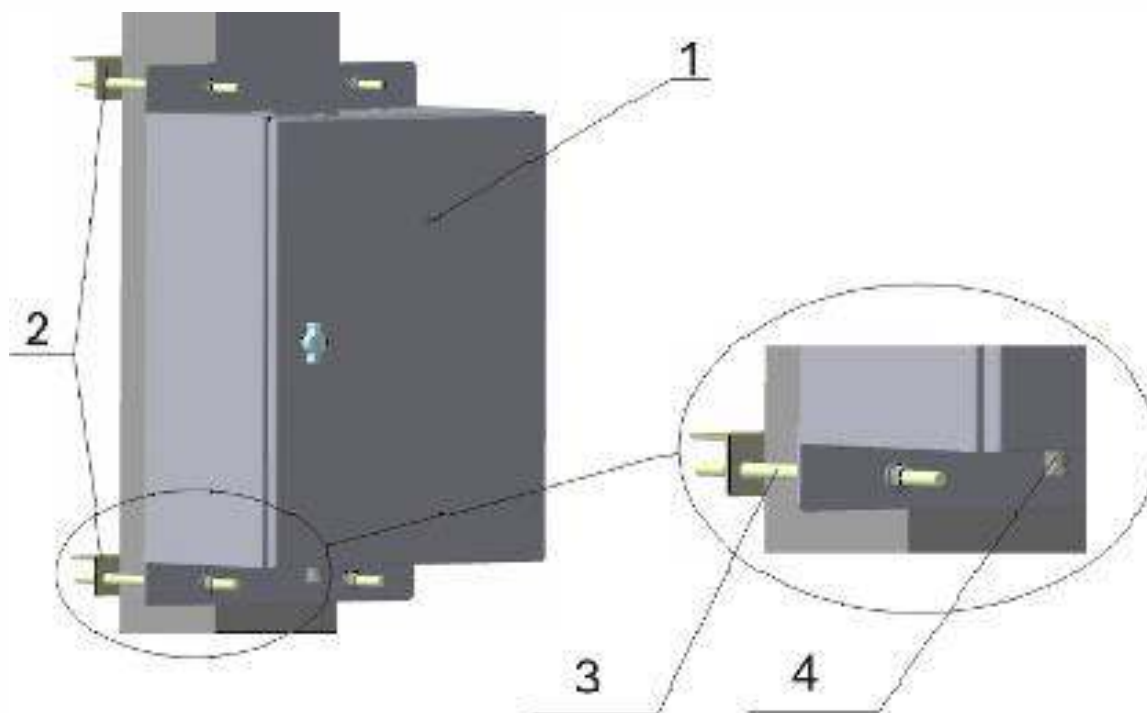

Рисунок 21. Установка ШУ на опоре ВЛ
- Установить ШУ на требуемой высоте и закрепить его с помощью 2-х крепеж-ных уголков ИЮУР 745222.139 (поз. 2, рис. 21) и 4-х монтажных шпилек ИЮУР 711111.006 (поз. 3, рис. 21), входящих в монтажный комплект. Затяжку гаек производить поочередно, избегая перекоса конструкции. Крепежные уголки должны располагаться на противоположной стороне опоры относительно ШУ. Шпильки должны проходить по бокам опоры на равноудаленном расстоянии от нее (рис. 3 Приложения 1).